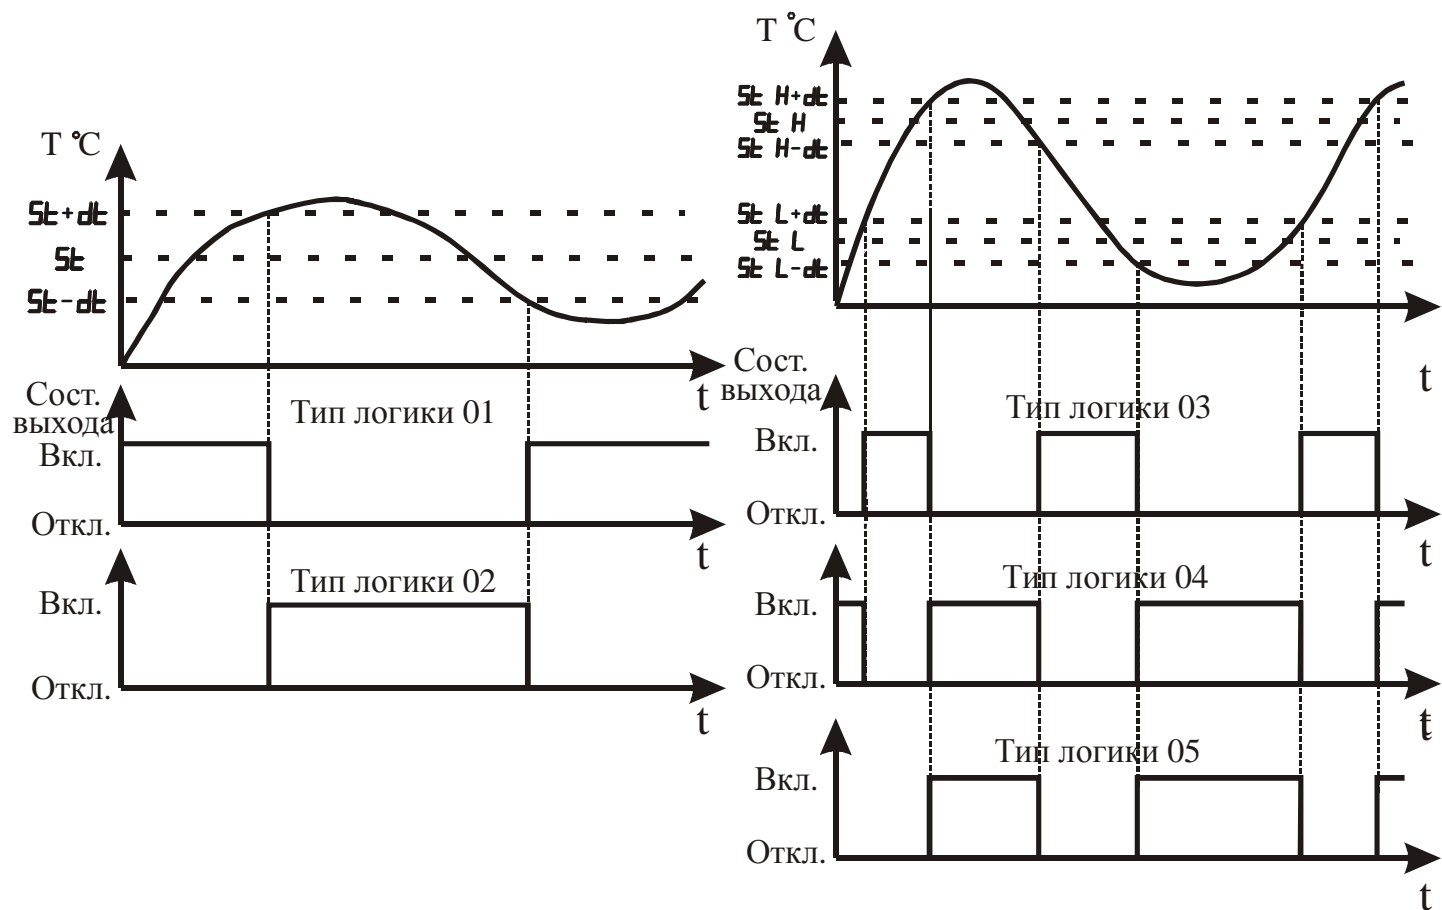

Рисунок 3.14 – Графическое представление типов логики работы выхода
3.3.3.9 Параметр “Тип логики работы прибора” определяет алгоритм управления исполнительным устройством (см. рисунок 3.14).
Тип логики “05” (модернизированная “U”-образная), в основном, аналогичен типу логики 04. Отличие состоит в том, что работа выходного устройства разрешается только после первого превышения регулируемой температурой значения $S_t H + dt$ (см. рисунок 3.14).